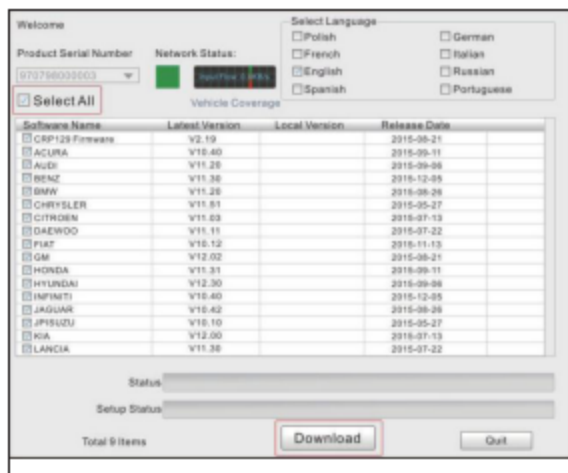

Abbildung 7-6
10. Öffnen Sie die FX3000 Update Suite und wählen Sie die Updates aus, die Sie durchführen möchten oder klicken Sie auf [Alles auswählen] und klicken Sie auf [Download].(Abbildung 7-6)